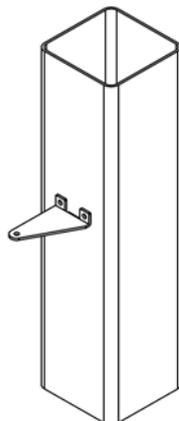
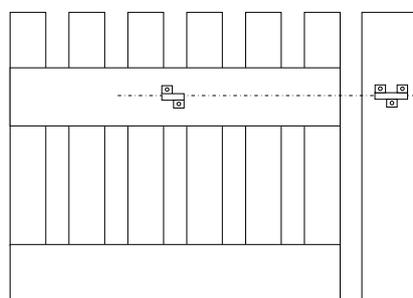

Abb. 2
Abb. 4
1. Befestigen Sie die mitgelieferte Platte (Abb. 2) am Pfeiler.
Achtung! Bei der Ermittlung der Höhe über dem Boden zur Befestigung der Platte am Pfeiler (Abb. 2), ist zu beachten, dass die Platte zur Verankerung des Kolbens am Tor auf demselben Niveau zu befestigen ist (Abb. 4)